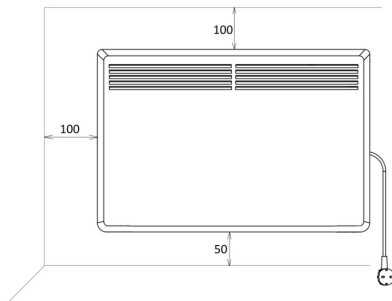

Рис. 1 (изображение может отличаться в зависимости от марки конвектора)
- Минимальные расстояния до других предметов (рис. 1):